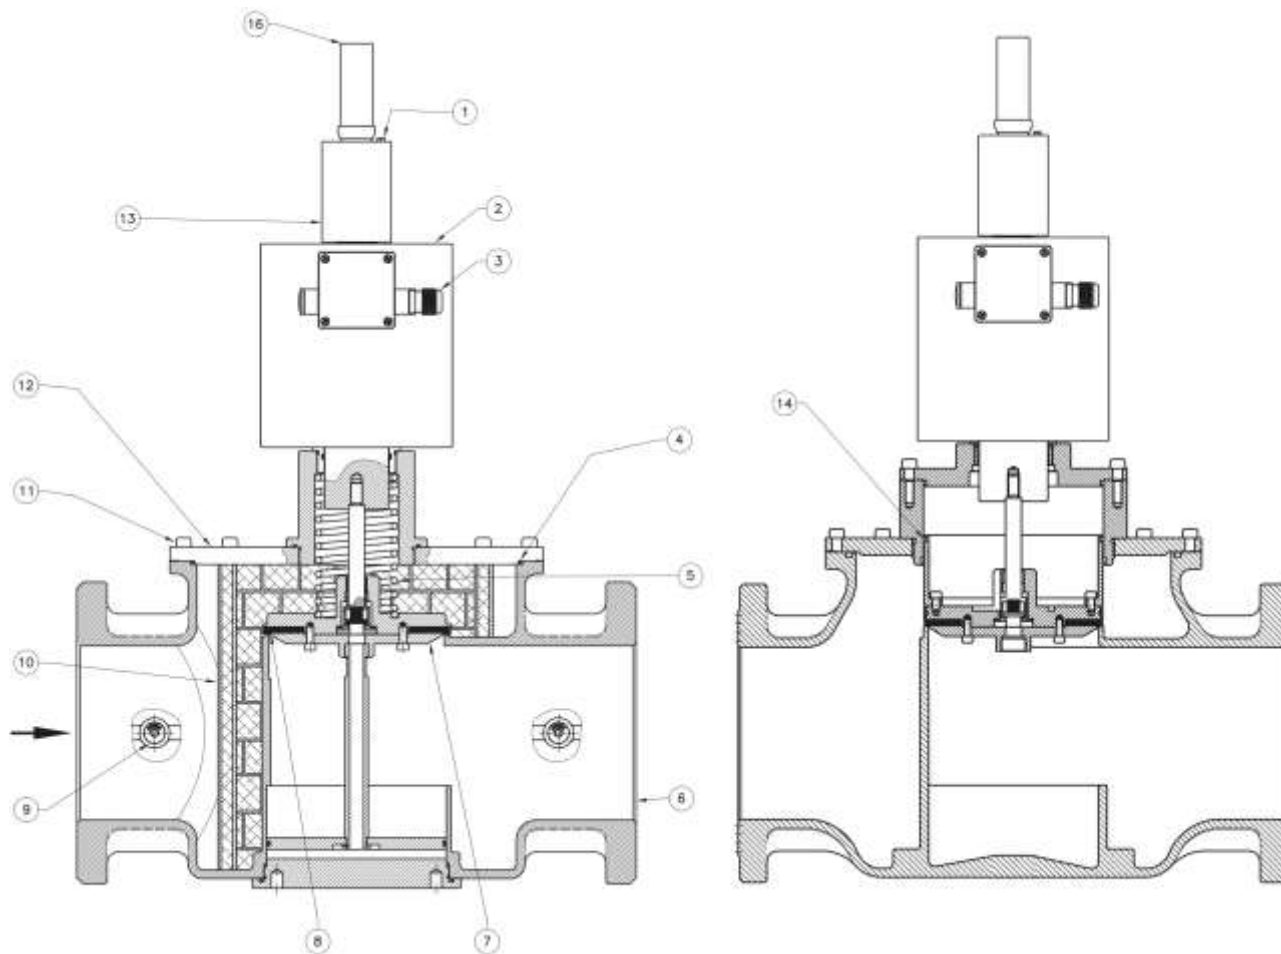

Рис. 4
Клапан рис. 4 состоит из: винт настройки времени открытия клапана (1), электромагнитная катушка (2); электрический коннектор (3); верхнее уплотнительное кольцо (4); пружина запирающего механизма (5); корпус (6); затвор (7); уплотняющая прокладка (8); заглушка (9); фильтрующий элемент * (10); винты крепления крышки (11); крышка (12); гидравлический тормоз (13); тефлоновая уплотнительная полоса (14); колпачек гидравлического тормоза (16).